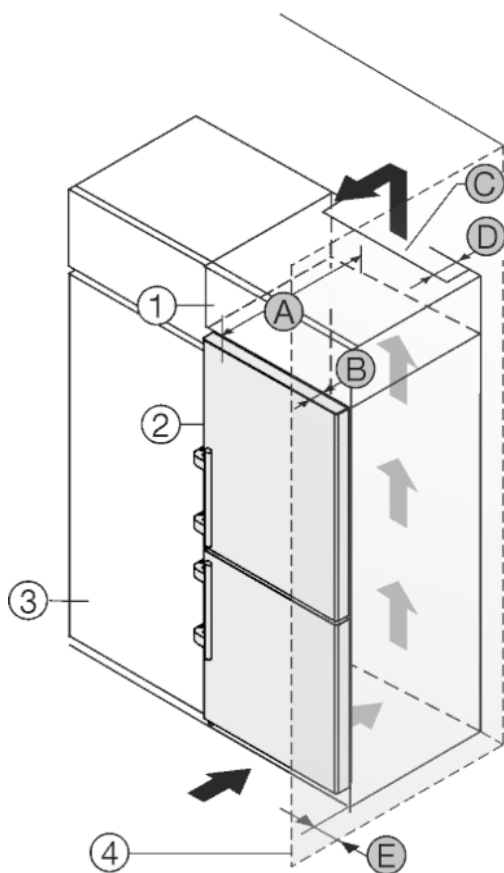

Fig. 49
Устройство может быть окружено кухонными шкафами. Чтобы уравнивать устройство Fig. 49 (2) по высоте с кухонной стенкой, можно установить над устройством дополнительный шкафчик Fig. 49 (1).
Установить устройство можно непосредственно рядом с кухонным шкафом Fig. 49 (3). Чтобы можно было полностью открыть двери, устройство должно выступать на глубину Fig. 49 (B) относительно передней стенки кухонного шкафа. В зависимости от глубины кухонных шкафов и использования пристенных распорок устройство может выступать и больше.
- На задней стенке дополнительного шкафчика должен быть вентиляционный канал с глубиной Fig. 49 (D) по всей ширине этого шкафа.
- Нужно соблюдать вентиляционное отверстие Fig. 49 (C) под нижней панелью.
Если устройство установлено на шарнирах у стены Fig. 49 (4), то нужно соблюдать расстояние Fig. 49 (E) между устройством и стеной. Настолько выступает ручка при открытой двери.